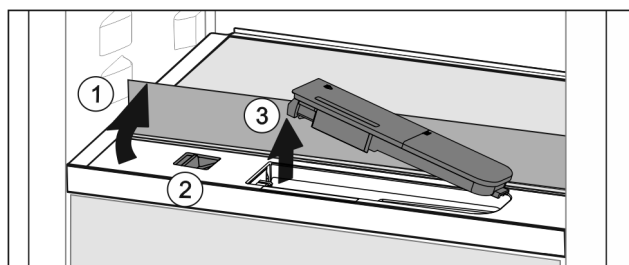

Fig. 51
- ▶ Nadvihnite sklenú dosku a až na doraz ju sklopte dozadu Fig. 51 (1).
- ▶ Potlačte posúvač Fig. 51 (2) doľava.
- ▶ Vyberte nádržku na vodu Fig. 51 (3).